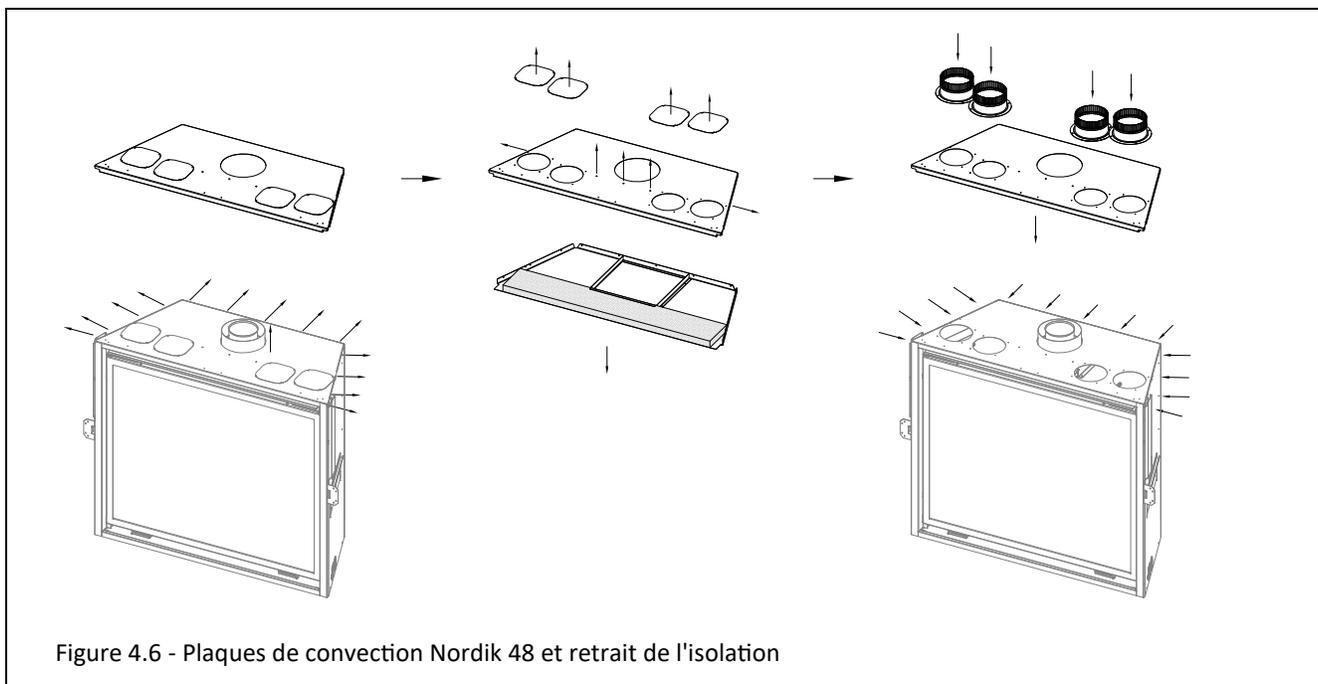

Figure 4.6 - Plaques de convection Nordik 48 et retrait de l'isolation
1. Retirez les (13) vis à tête qui fixent l'ensemble de coque extérieure supérieure. Tirez cet ensemble vers le haut autour de la cheminée d'échappement pour le retirer de l'appareil. Voir la première image de la figure 4.6.
2. Retirez les (4) plaques de recouvrement où chaque plaque de recouvrement est fixée avec (4) vis à tête. Voir la deuxième image de la figure 4.6. Jetez ces plaques de recouvrement.